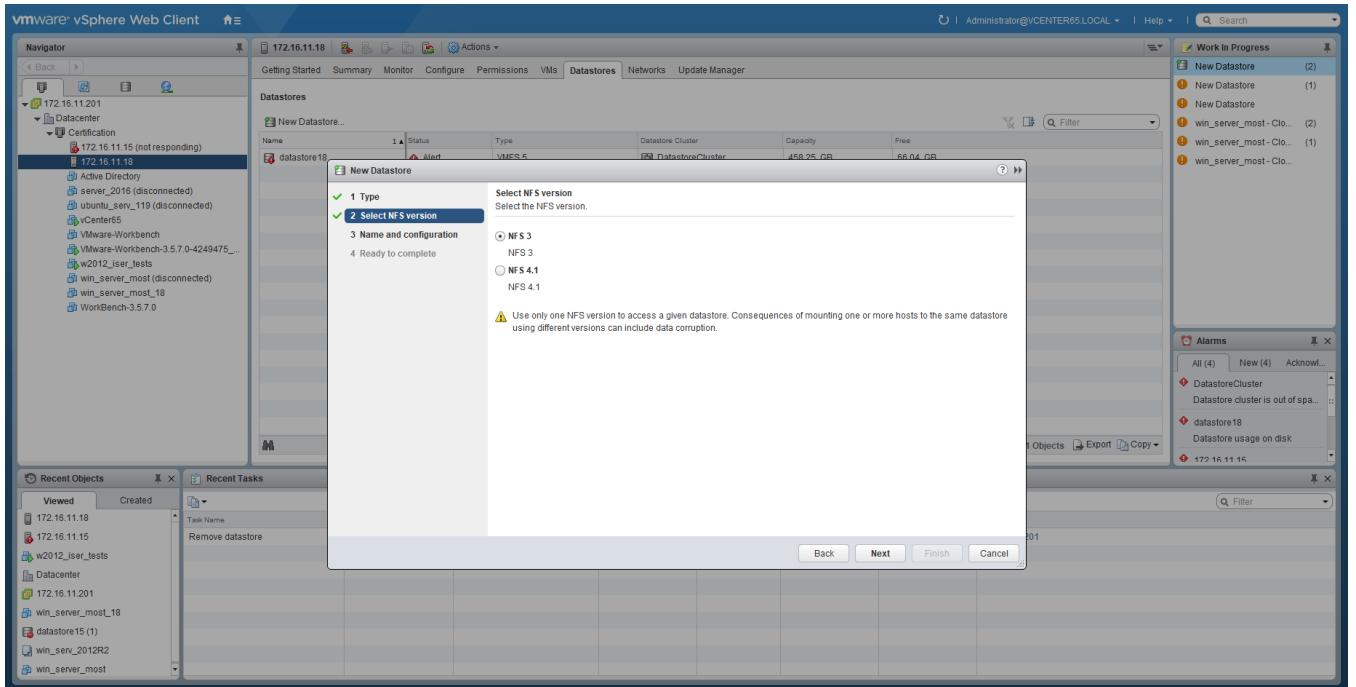

Рисунок 94 – Версия NFS
- 5) Выбрать версию NFS 3 (см. Рисунок 94)